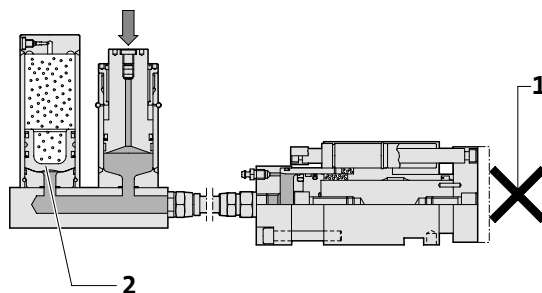

Fig. 6:
4.2 Función de seguridad (Fig. 6)
Cuando el espacio para el receptor está bloqueado en la prensa (1), la elevación del émbolo se produce mediante el acumulador de presión (2). El aceite es desplazado al acumulador de presión, evitándose un exceso de presión en el sistema (Fig. 6).